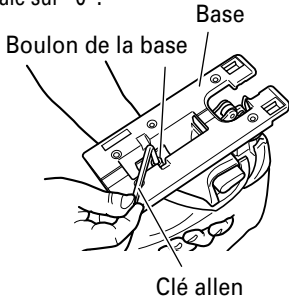
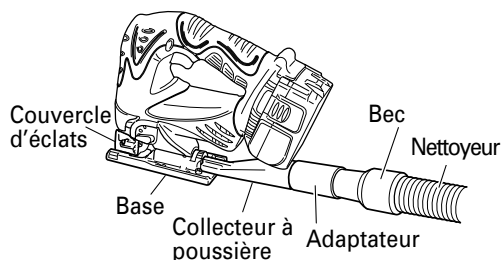

Fig. 15
Fig. 22
- (1) Desserrer le boulon de la base avec la clé allen fixée à la base. (Fig. 15)
- (1) Desserrer le boulon de la base avec la clé allen fixée à la base. (Fig. 15, 16)
- (3) Resserrer le boulon M5. (Fig. 15)
- (4) Régler la position orbitale sur "0".
- (1) Retirer la clé allen de la base.
- (2) Déplacer la base à fond vers l'avant. (Fig. 15,16)
- (3) Fixer le couvercle d'éclats.
- (4) Raccorder le collecteur à poussière à l'adaptateur. (Fig. 22)
- (5) Raccorder l'adaptateur au bec du nettoyeur. (Fig. 22)